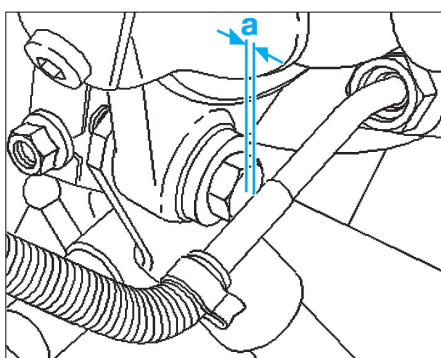

FIG. 104
- Monter le transmetteur de pression comme illustré (Fig.104).